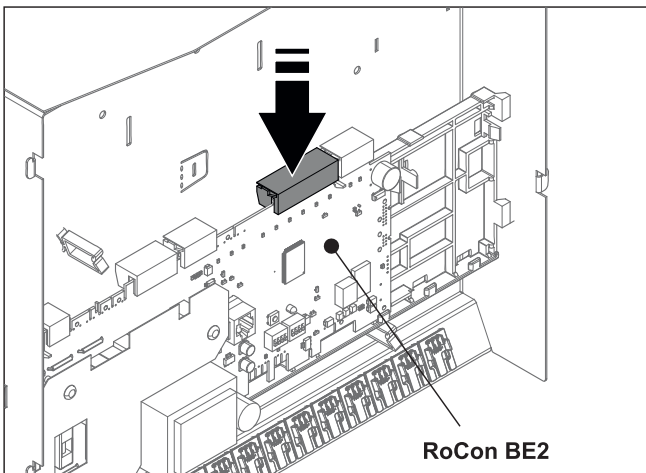

Bild 4-14 6-poligen Sensorstecker auf Schaltplatine J8 aufstecken
- 4 Stecker auf die Schaltplatine aufstecken (Bild 4-14).